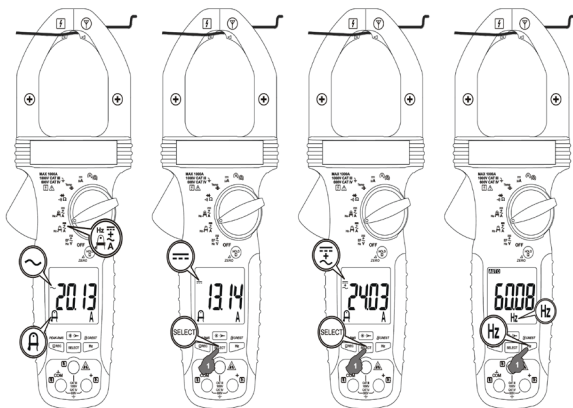

Figura 9 - Descritivo da Medição de Corrente utilizando o AmpTip.
1. Posicione a chave rotativa na posição “A~” conforme a figura 9 para poder medir corrente AC.